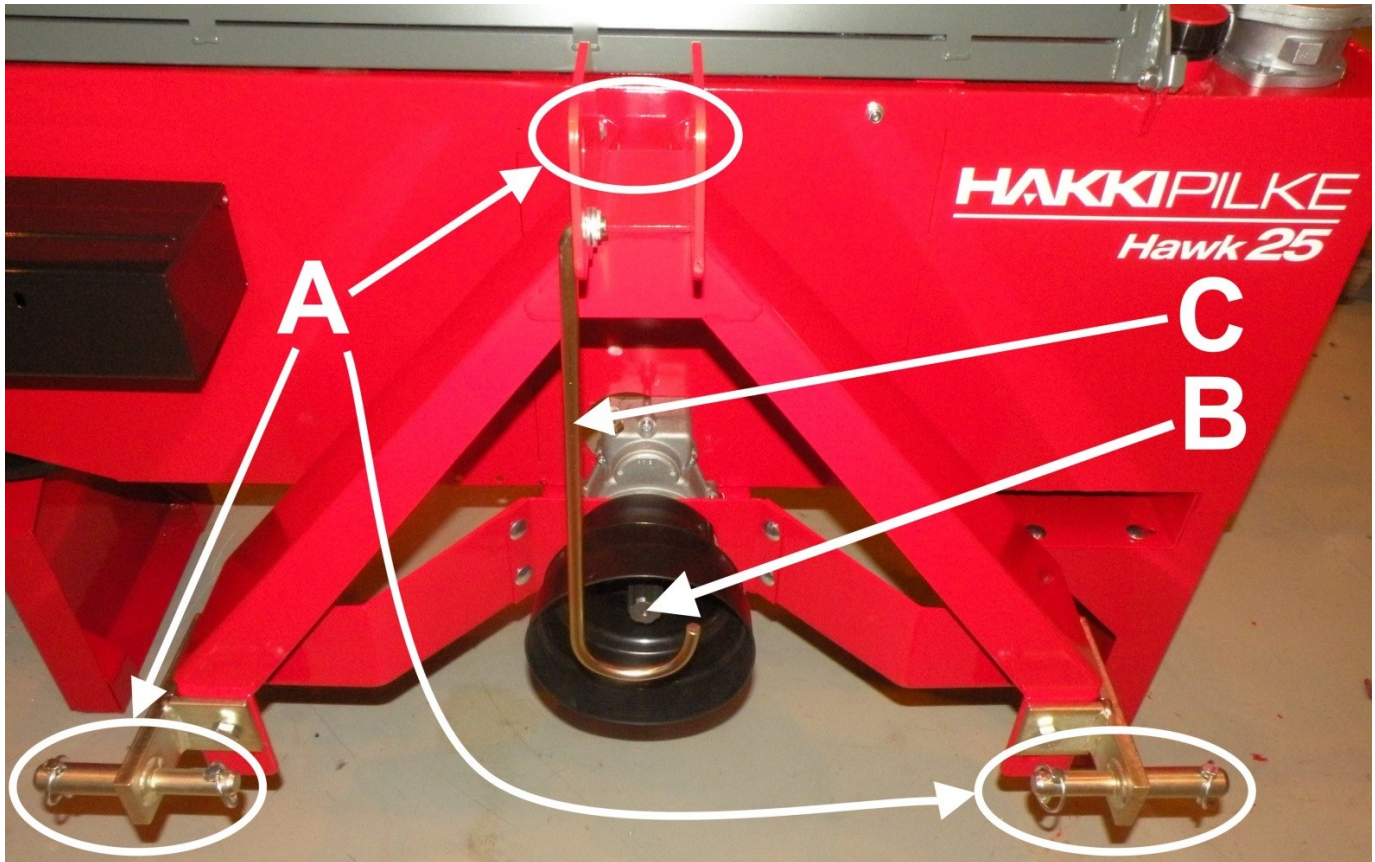

Bild 17.
1. Koppla traktorn till maskinens tre fästpunkter A, som kan ses i bild 17.
2. Sväng vid behov vinkelväxeln hållare C (bild 17) till det övre läget så att den inte är i vägen för kraftöverföringsaxeln och koppla kraftöverföringsaxeln ena ände till traktorns kraftuttagsaxel och den andra änden till växellådans axel B (bild 17).
6. Efter att du har arbetat färdigt, stäng av maskinen på följande vis: Stäng av kraftuttagsaxeln, stäng av traktorn, lösgör kraftöverföringsaxeln från växellådans spåraxel B och häng upp kraftöverföringsaxeln i krok C (bild 17).